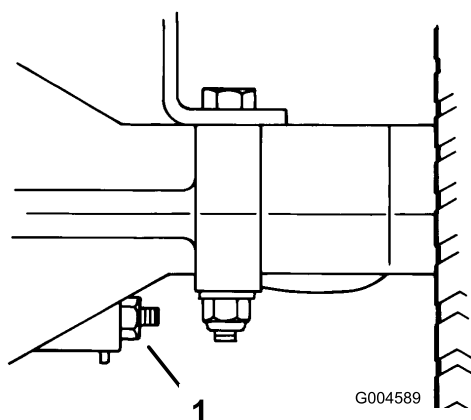

Figura 33
2. Per aumentare la resistenza del freno, girate il relativo dado di regolazione (Figura 33) di 1/8 di giro in senso orario.